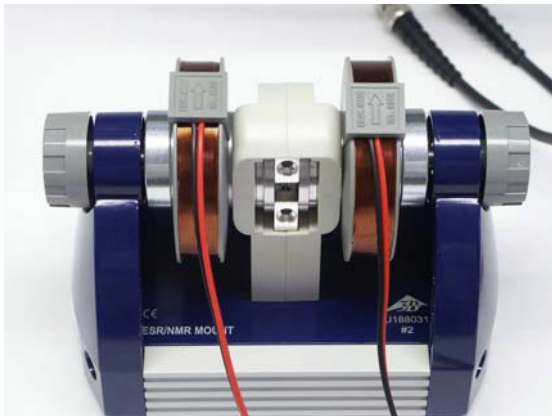

Fig. 2 Unidade base completada com bobinas
- Deslizar as bobinas sobre os cilindros de montagem e inserir-las dentro da unidade base, como ilustrado na Fig. 2.